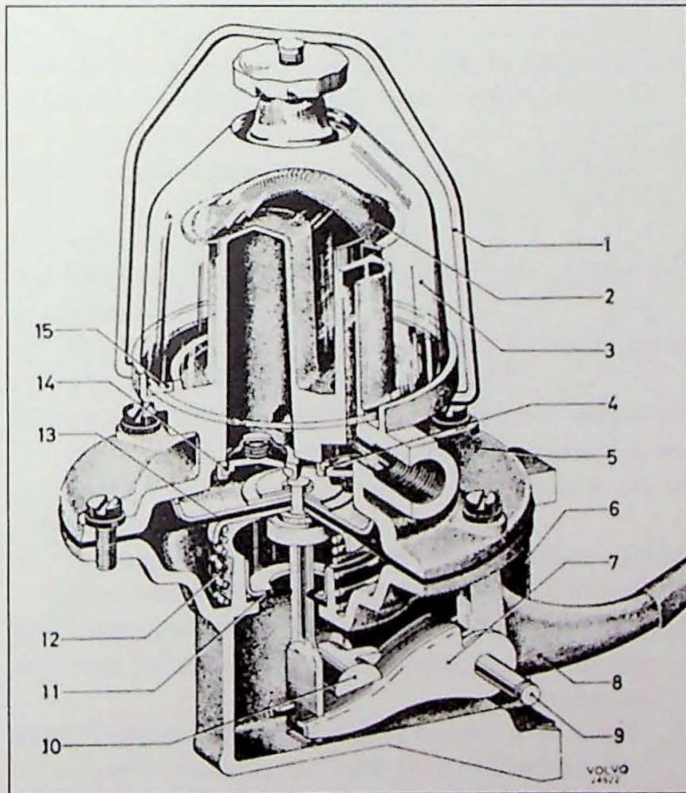

Fig. 3.37. Brandstofpomp type I.
Type I (Fig. 3.37):
3. Neem de borgring van de as (9) van de hendel (8) (Fig. 3.37). Druk de as eruit. Neem de hendel weg en ook de veer, bedieningsarm (7) en de plaatjes.